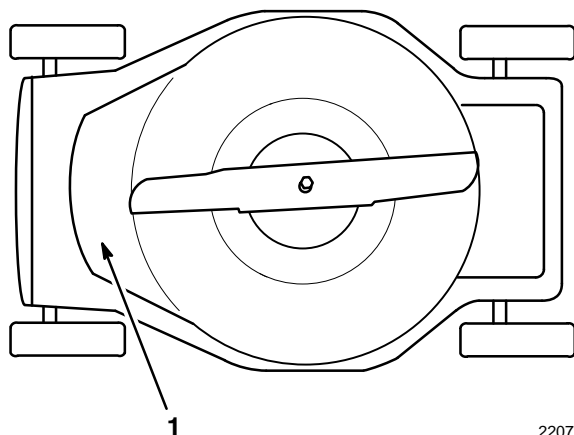

Figure 19
- Nettoyer le dessous de la tondeuse. Veiller particulièrement à bien dégager la cavité avant de tous débris (Fig. 19). Enlever la terre et l'herbe à l'aide d'un grattoir en bois. Eviter les bavures et les arêtes coupantes.